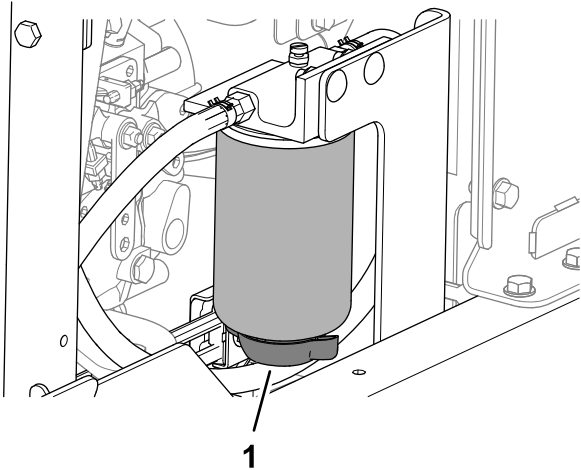

Figura 115
3. Aezați o tavă de golire sub robinetul de evacuare al separatorului de apă/combustibil (Figura 115).